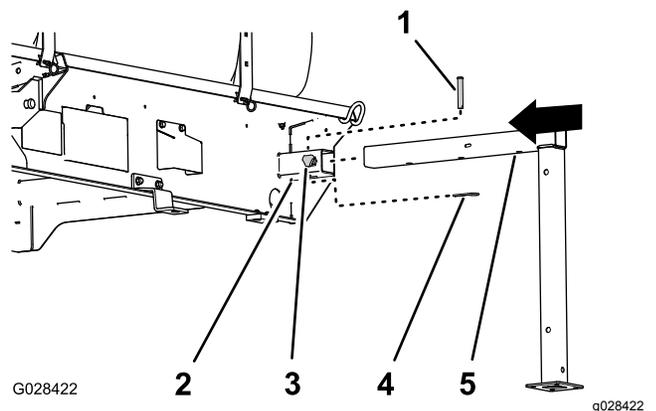

Bild 133
1. Fluchten Sie den vorderen Stützbock mit der Stützbockaufnahme vorne am Behälter aus (Bild 133)
2. Setzen Sie den Stützbock in die Aufnahme, bis das mittlere Loch im horizontalen Stützbockrohr mit dem Loch oben an der Aufnahme ausgefluchtet ist (Bild 133).
4. Schrauben Sie ein Sperrhandrad in die Aufnahme und ziehen Sie es handfest an (Bild 133).